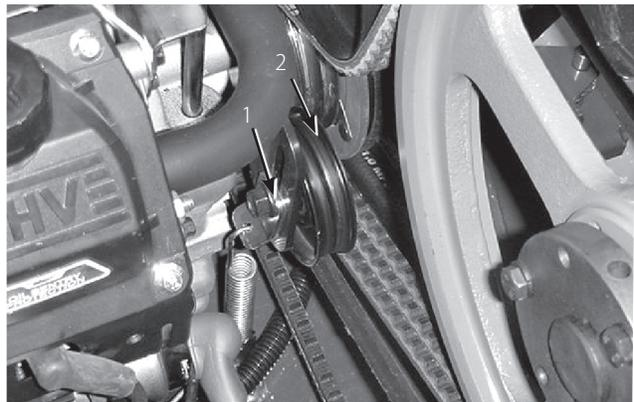

図 58
3. ポンプ・ベルトのアイドラ (図58) を動かせる程度にボルトをゆるめる。